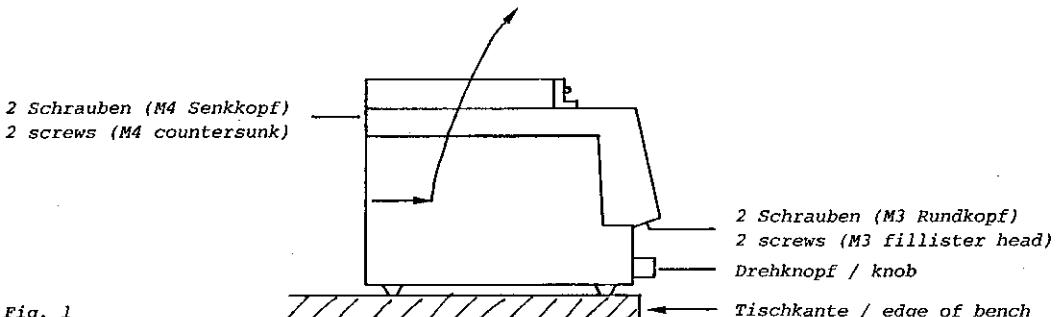

Fig. 1
- Gerät so über Tischkante stellen, dass die M3-Schrauben entfernt werden können (Fig. 1)
- Slide the unit to the edge of bench, so that the M3 screws can be removed (Fig. 1)
- Lift off upper part of unit together with exchange unit by movements as shown in Fig. 1.